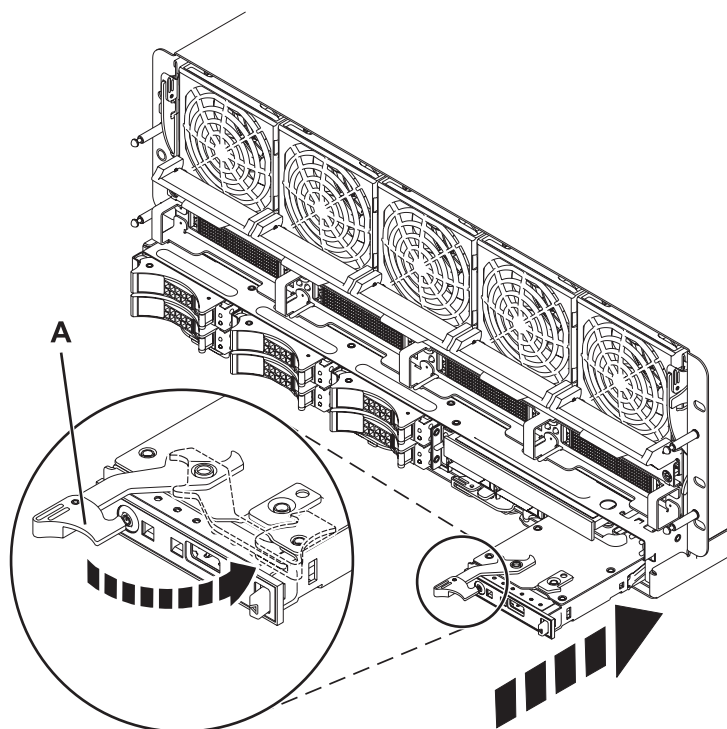

Figura 2. Instalación de un panel de control
4. Instale el nuevo panel de control, como se muestra en Figura 2.
- c. Mueva el brazo de bloqueo (A) a la derecha y presione el pestillo para ajustarlo en su lugar, tal como se muestra en la figura siguiente.